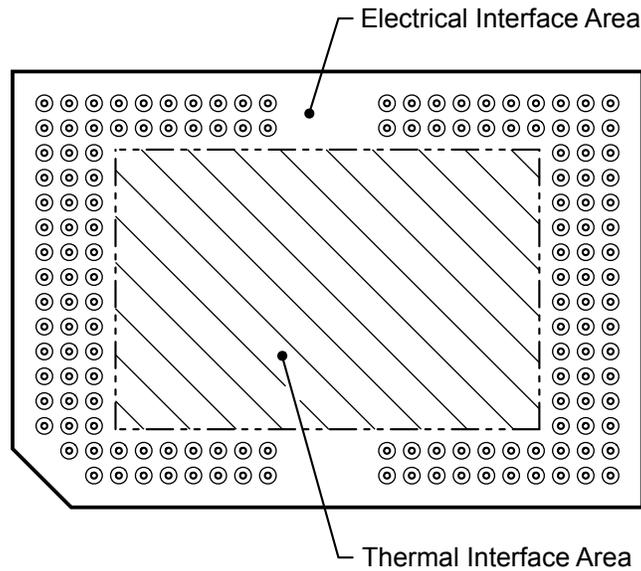

図 5-14. システム実装インターフェイスの荷重
(1) 荷重は、図 5-14 に示す対応する領域に均一に適用される必要があります。